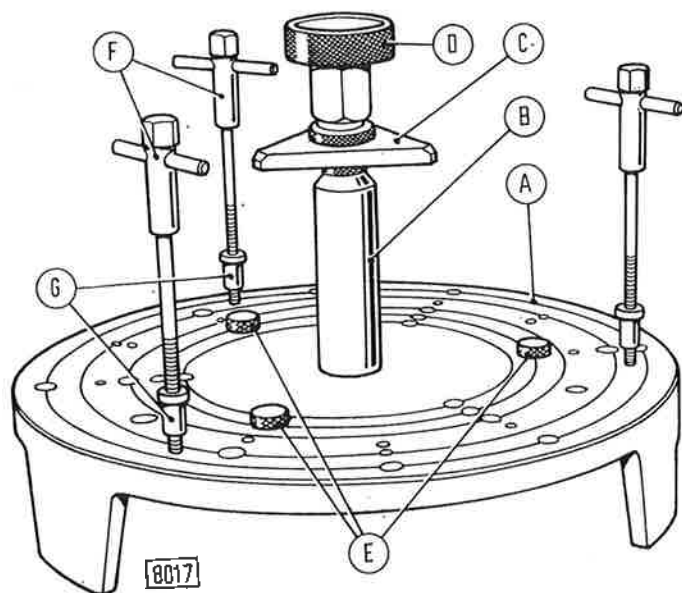
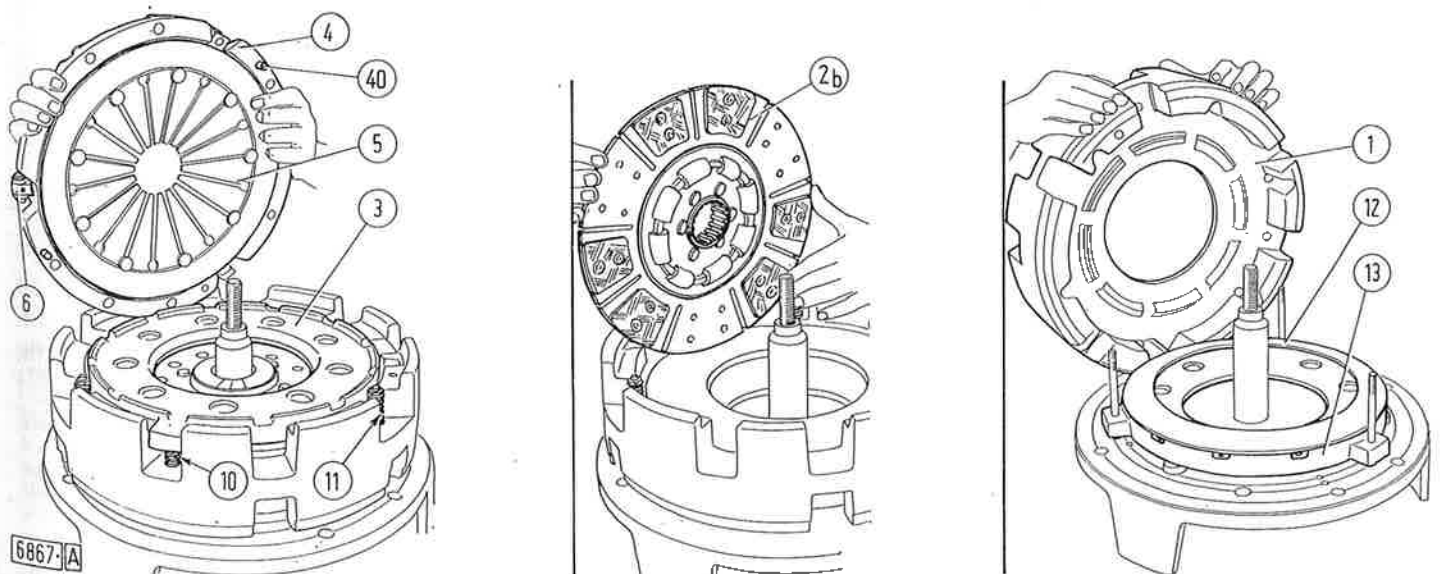

Fig. 64 - Pièces de la trousse universelle 291291/1 nécessaires pour réviser l'embrayage FERODO 12"/12".
Fig. 66 - Désassemblage (assemblage) de l'embrayage.
Le désassemblage, le réassemblage et les réglages de l'embrayage sont effectués au moyen de la trousse universelle **291291/1** (fig. 64) complète des pièces indiquées dans la légende.
a. Coupe de l'embrayage avant-modification (mod. 850, jusqu'au châssis n. 802319). - C₁. Vis de fixation au volant. - D. = 145,7 à 148,6 mm. Distance nominale entre l'anneau (7) et le plan de portée du carter (1) sur le volant. - L₁ et L₂ = 2,5 mm. Distance nominale entre le ressort de débrayage d'embrayage de boîte et la butée, et entre l'anneau des leviers d'embrayage de prise de force et la butée. - S. Rondelles de réglage de l'amortisseur de torsion. - 1. Carter d'embrayage solidarisé au volant. - 2a et 2b. Disque d'embrayage de boîte avant et après-modification. - 3. Plateau de pression d'embrayage de boîte. - 4. Couvercle. - 5. Ressort à membrane. - 6. Leviers de débrayage d'embrayage de prise de force. - 7. Anneau de levier (6). - 8 et 9. Butées de débrayage, complètes de roulements. - 10a et 10b. Vis de réglage et contre-écrou des leviers d'embrayage de prise de force. - 11. Ressorts de vis (10a). - 12. Ressort-cuvette. - 13. Plateau de pression d'embrayage de prise de force. - 14. Disque d'embrayage de prise de force. - 15. Carter de réaction. - 16. Ressort à disque. - 17. Rondelle d'épaulement. - 18. Jonc d'arrêt. - 19. Roulement dans le volant. - 25 et 26. Fourches de débrayage. - 27. Arbre d'embrayage de prise de force. - 28. Arbre d'embrayage de boîte. - 29. Jonc d'arrêt d'arbre (28). - 36. Moyeu cannelé. - 37. Billes de moyeu. - 38. Billes d'entraînement. - 39. Joints OR.
— aménager l'entretoise centrale (B, fig. 64) sur le plateau (A) et loger les trois entretoises latérales (E) sur la circonférence de 241 mm;
Déposer les vis du couvercle (4, fig. 66) et dévisser peu à peu les colonnettes (F, fig. 64), permettant ainsi aux ressorts de se détendre et le désassemblage conséquent de l'embrayage, comme montré sur la fig. 66.
En cas de remplacement du ressort à membrane (fig. 66), se rappeler qu'il est livré de rechange avec couvercle (4) auquel il est rigidement fixé par rivetage.
— placer le ressort-cuvette (12, fig. 66) sur le plateau de pression de l'embrayage de prise de force (13) avec sa partie convexe vers le haut;